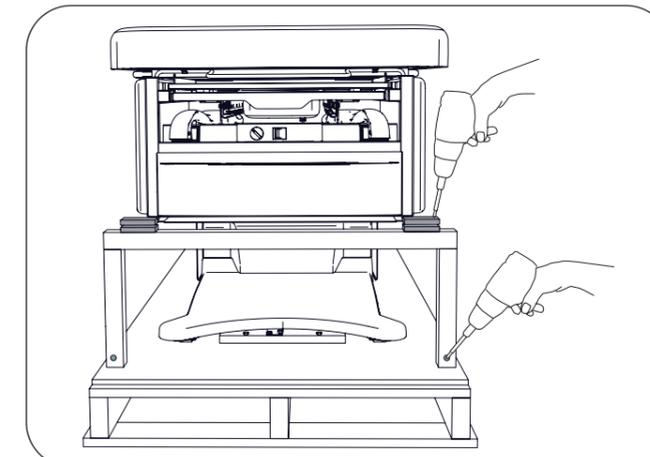

Figure 6. Retirer les vis d'espacement et de support en U
6. Relevez les 2 vis fixant les entretoises de chaque côté du support en U en bois situé sous les coins avant du meuble (Figure 6). Relevez les 2 vis fixant le support en U à la palette (Figure 6).